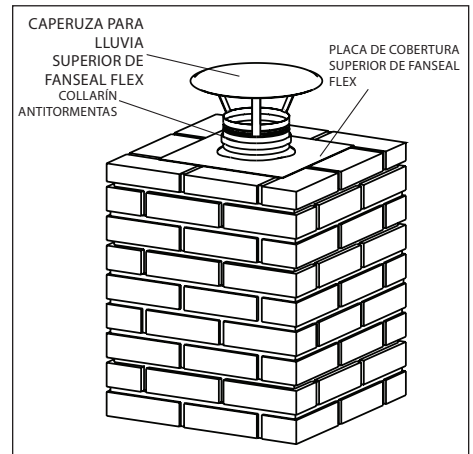

Figura 17
3. Deslice la parte del collarín antitormentas de la caperuza para lluvia sobre el recubrimiento, colóquelo sobre la placa superior y ajuste la banda de extracción. Vuelva a ensamblar la caperuza para lluvia (**Figura 17**).